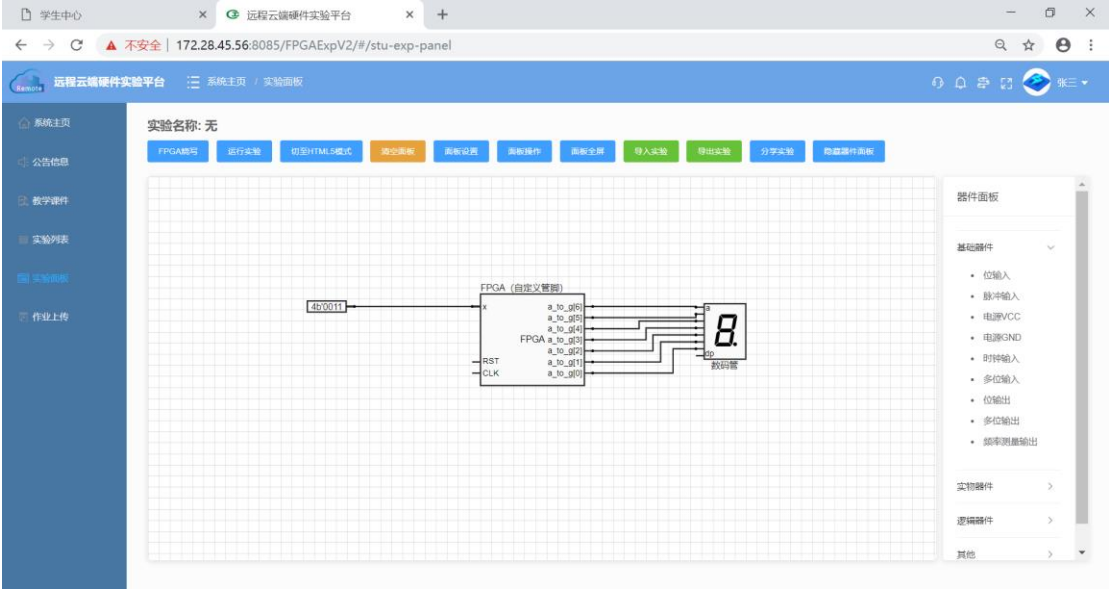

图 1-48 连接 FPGA 和多位输入器件
(3). 按照图 1-48 所示，将 FPGA 的输入管脚与多位输入器件连接。至此，针对 7 段数码管显示译码器的验证平台已搭建完毕。